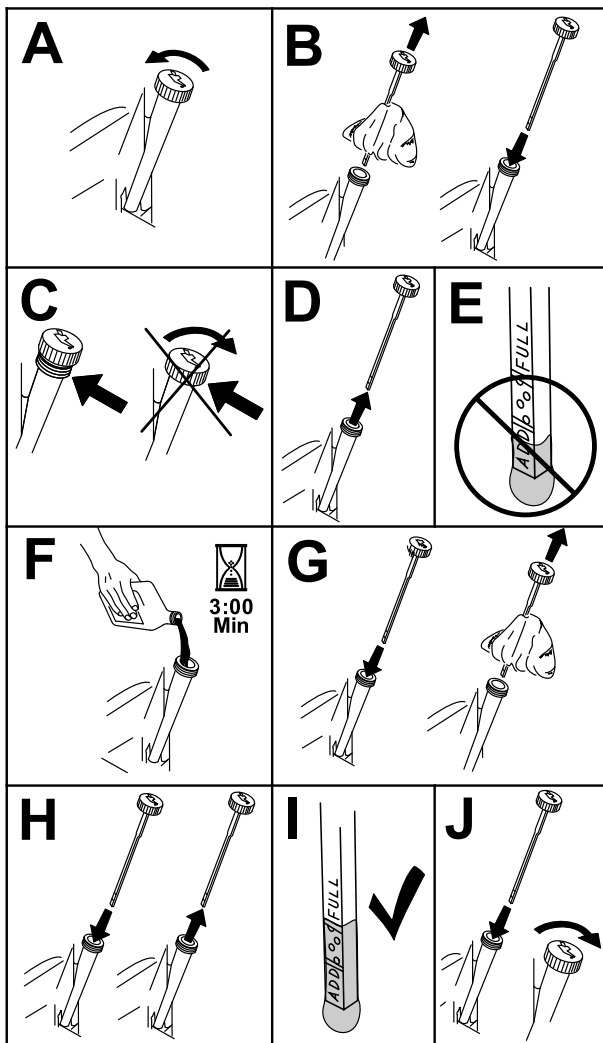

Figure 40
3. Pour éviter de faire tomber des déchets d'herbe, des saletés, etc., dans le moteur, nettoyez la surface autour du bouchon de remplissage-jauge d'huile avant de le retirer (Figure 40).
- Faites le plein du carter moteur avec une huile du type voulu (Figure 40).